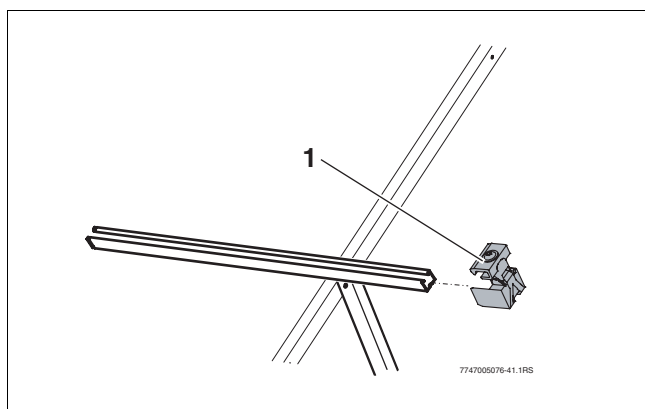

Fig. 59 Insérer le tendeur simple
- Glisser le tendeur simple (→ fig. 59, [1]) à l'extrémité droite dans les rails profilés TP/CT jusqu'à ce qu'il s'enclenche dans le premier trou long du rail profilé.